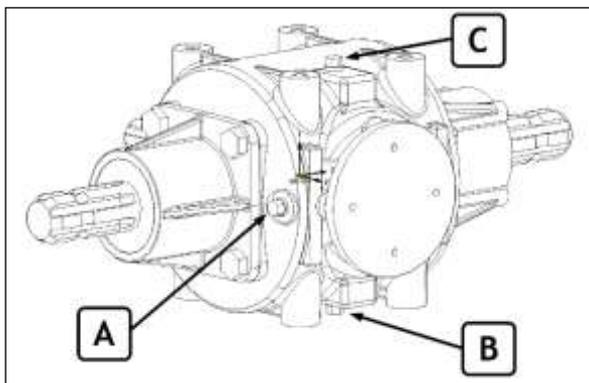

Fig. 54 – Réducteur avec bouchon de niveau (A), bouchon de décharge (B) et de remplissage (C)
- Vérifier le niveau d'huile dans le boîtier de vitesse par le bouchon niveau huile et éventuellement le remplir par le bouchon de remplissage (Fig. 54) ;